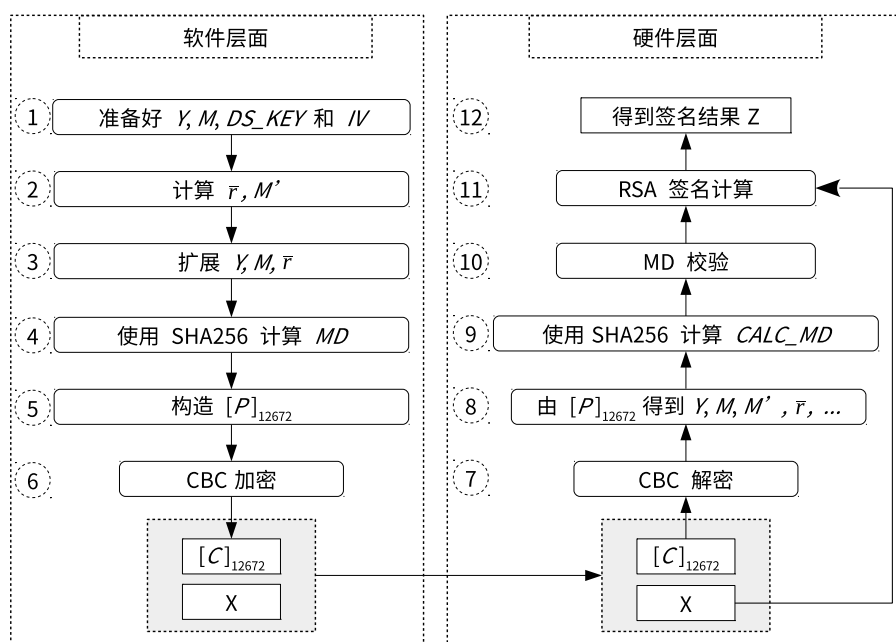

图 22-1. 软件准备工作与硬件工作流程
如果用户想使用 DS 模块进行数字签名，软件和硬件必须紧密配合才可以顺利完成，并且软件需要做一系列准备工作，如图 22-1 所示。图中左半边给出了在硬件开始 RSA 签名计算之前，软件需要做哪些准备工作。图中右半边展示了硬件在整个签名计算的过程中具体会做些什么。
- 对于多次签名计算，软件准备工作（图 22-1 左侧）只需要进行一次，但对于每一次签名计算，硬件运算（图 1-1 右侧）都需要重新进行。
用户需要依照图 22-1 指定的步骤来计算  $C$ 。详细的过程描述如下：
#### 1. 解析阶段, 即图 22-1 中的步骤 7 和步骤 8
解析过程是图 22-1 中步骤 6 的逆过程。DS 模块将调用 AES 硬件加速器以 CBC 块模式对输入的密文信息  $C$  进行解密, 获取明文信息。该过程可以表示为  $P = \text{AES-CBC-DEC}(C, DS\_KEY, IV)$ , 其中  $IV$  就是  $[IV]_{128}$ , 由用户直接指定;  $[DS\_KEY]_{256}$  由硬件 HMAC 提供, 由存储在 eFuse 中的  $HMAC\_KEY$  得到, 软件无法获取。
#### 2. 校验阶段, 即图 22-1 中的步骤 9 和步骤 10
DS 模块会执行两种校验操作: MD 校验和填充 (padding) 校验。由于填充校验和 MD 校验同步进行, 因此填充校验不在图 22-1 中体现。
#### 3. 计算阶段, 即图 22-1 中的步骤 11 和步骤 12